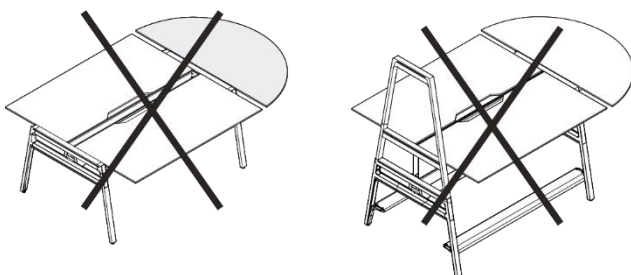

Bild 11 Halbrunde Anbauplatte, unzulässiger Anbau
- Freistehender Doppelarbeitsplatz, Sitzhöhe, nur eine Anbauplatte (siehe Bild 11, links). Grund: **Instabilität!**
- Freistehender Doppelarbeitsplatz, Stehhöhe (siehe Bild 11, rechts). Grund: Die Anbauplatte steht auf jeder Seite um ca. 5 cm über die Tischtiefe der beiden Tischplatten hinaus. **Stoßgefahr!**